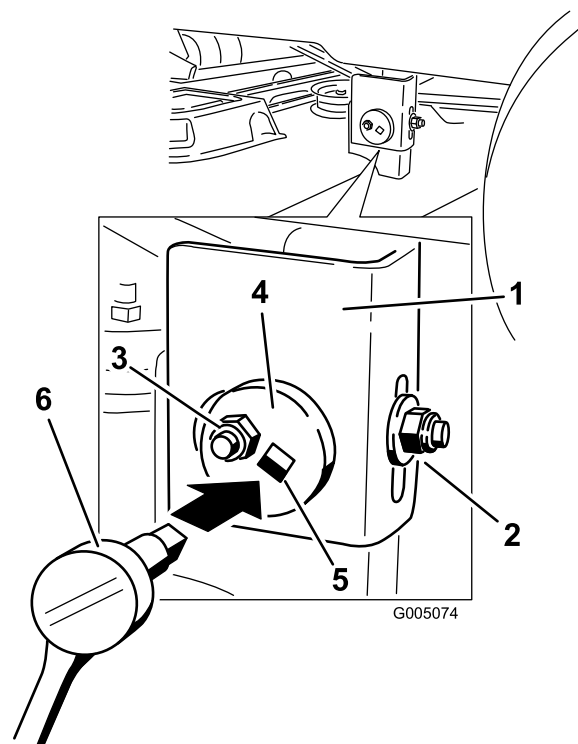

Figura 40
7. Sul lato sinistro della macchina. Allentate, ma non togliete, il dado di bloccaggio posteriore sul supporto di sospensione (Figura 40).
8. Allentate il dado di bloccaggio laterale sul supporto di sospensione appena a sufficienza per poter regolare la piastra centrale (Figura 40). Utilizzate una prolunga di 9,5 mm (3/8 poll.) su una chiave a tubo per manovrare la piastra centrale. Utilizzate la chiave per riposizionare l'altezza del piatto di taglio e regolare l'altezza desiderata.
9. Fermate il piatto di taglio nella posizione regolata e serrate il dado di bloccaggio laterale sul supporto di sospensione per fissare la nuova posizione (Figura 40).